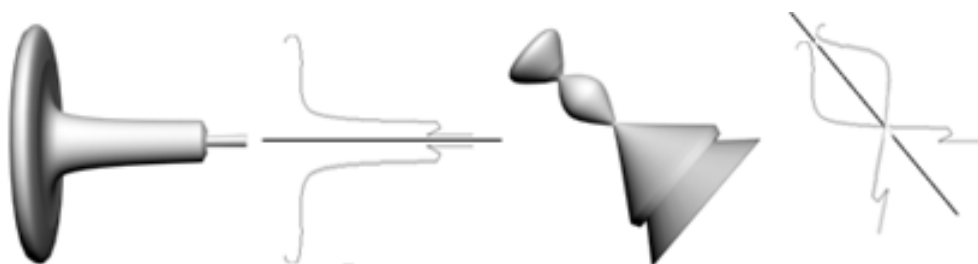

Рис. 5.4. Тела вращения, полученные на базе одного и того же сплайна, но с различным расположением оси вращения
4. Можно также развернуть **Axis (Ось вращения)** вдоль оси X или повернуть ее вручную на любой угол (рис.5.4).